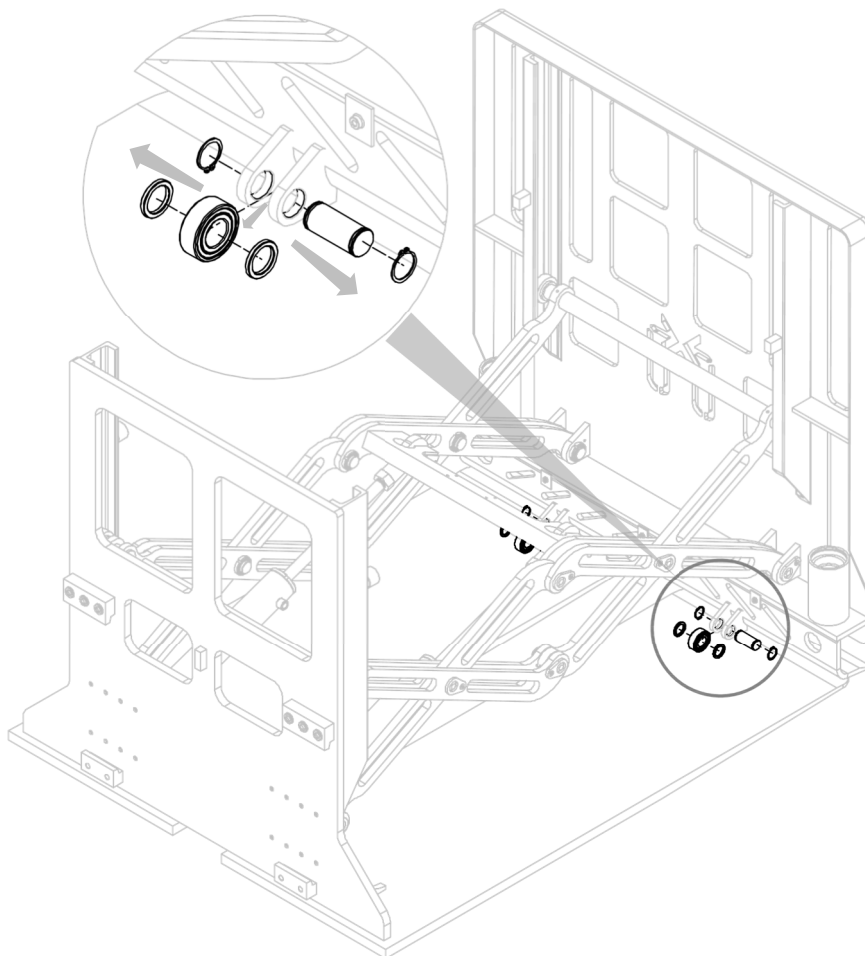

Figura 17
2. Extraer los cojinetes de deslizamiento (con sus espaciadores) después de retirar los pernos (con sus anillos elásticos) que los bloquean (ver *Figura 17*).